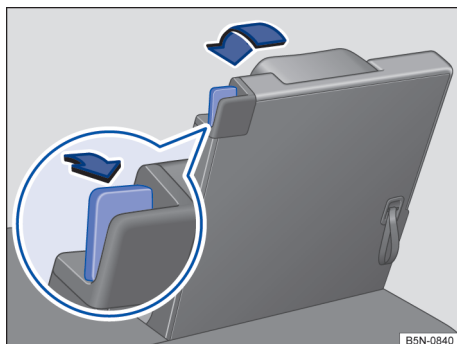

Fig. 88 Rebater a terceira fileira de assentos na posição de assoalho reversível.
- Remover os objetos da área para os pés na frente e atrás do banco traseiro → ❶.
- Puxar a alavanca de destravamento → Fig. 88 totalmente para trás para destravar o encosto do banco traseiro.
- Puxar na alça no encosto do banco traseiro → Fig. 88, para rebater para trás o encosto do banco traseiro. **OU:** com a mão, pela parte interior do veículo, rebater de volta o encosto do banco traseiro.
- A marcação vermelha na alavanca de destravamento → Fig. 88 não pode mais estar visível.
- Uma marca vermelha na alavanca de destravamento → Fig. 88 sinaliza um encosto do banco traseiro não encaixado; a marcação vermelha não pode estar visível no estado encaixado.